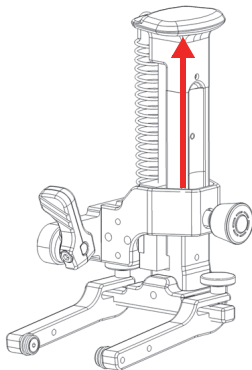

图 3-2 将导轨滑动到锁定位置
2. 为了方便安装, 可将探头托架提起来, 方法是向上滑动弹簧加载臂的导轨, 使其到达锁定位置 (参见第65页的图 3-2)。